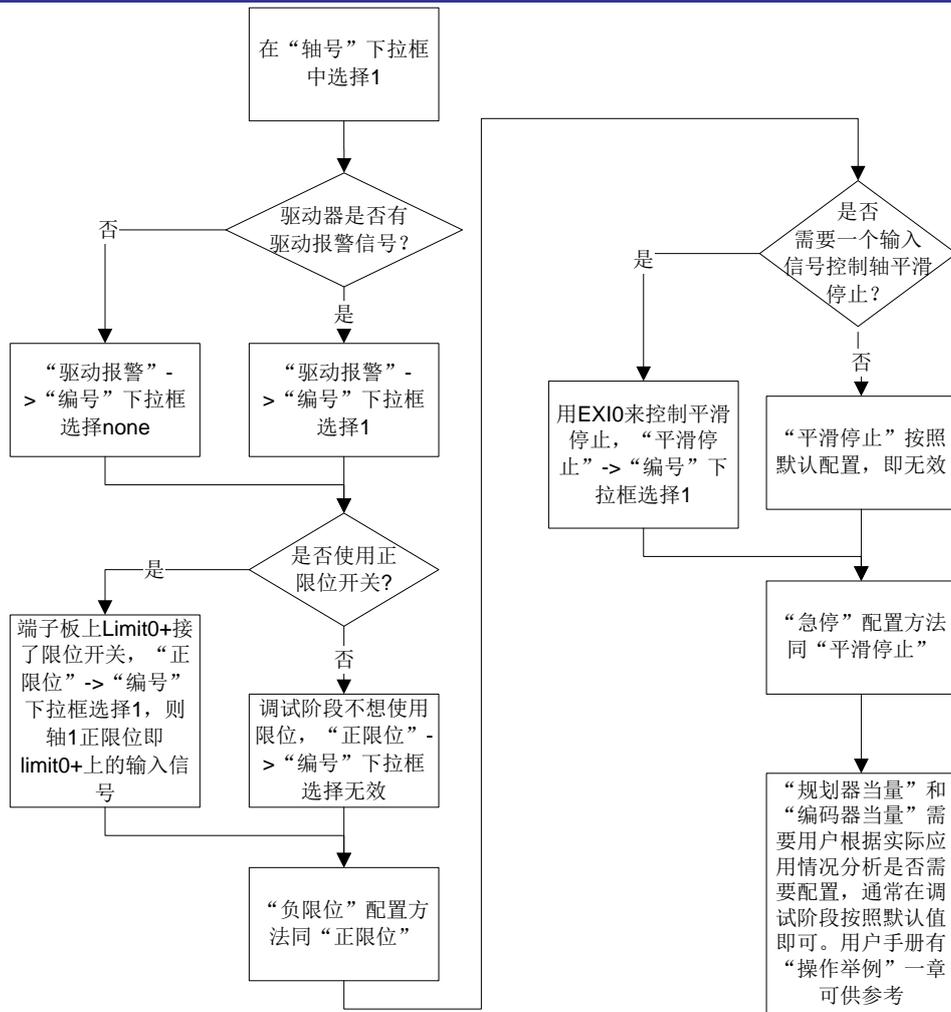

图 4-30 闭环模式下 axis 配置流程
- (1) 打开 MCT2008 软件，点击‘工具’->‘控制器配置’->‘axis’页，如图 4-30 所示。